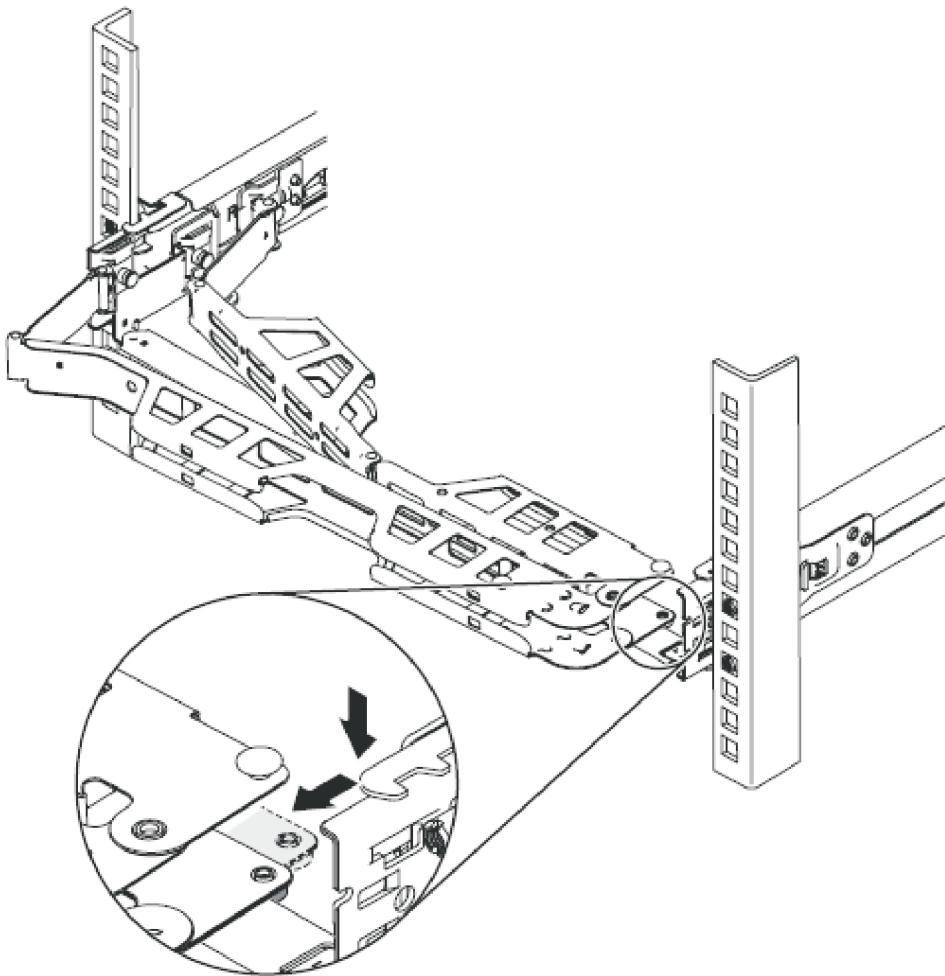

图 28. 调整电缆管理臂的位置
3. 如第 30 页的图 28 所示，调整电缆管理臂的位置。